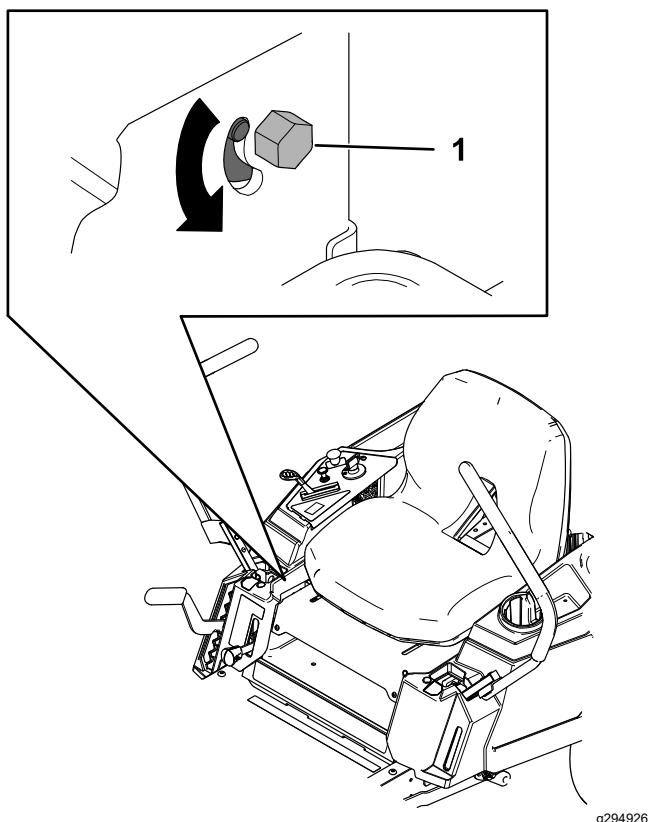

Figura 47
3. Localice el perno de ajuste de la dirección cerca de la palanca de control de movimiento del lado que debe ajustarse (Figura 47).